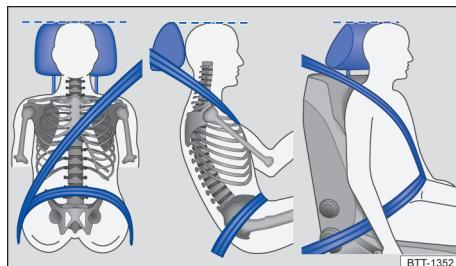

Fig. 30 Posição correta do cadarço do cinto de segurança e ajuste correto do apoio para cabeça.
- Deixar o cinto de segurança sempre plano e sem o cadarço torcido sobre o corpo. Se necessário, esticar um pouco o cadarço do cinto de segurança → Fig. 30.